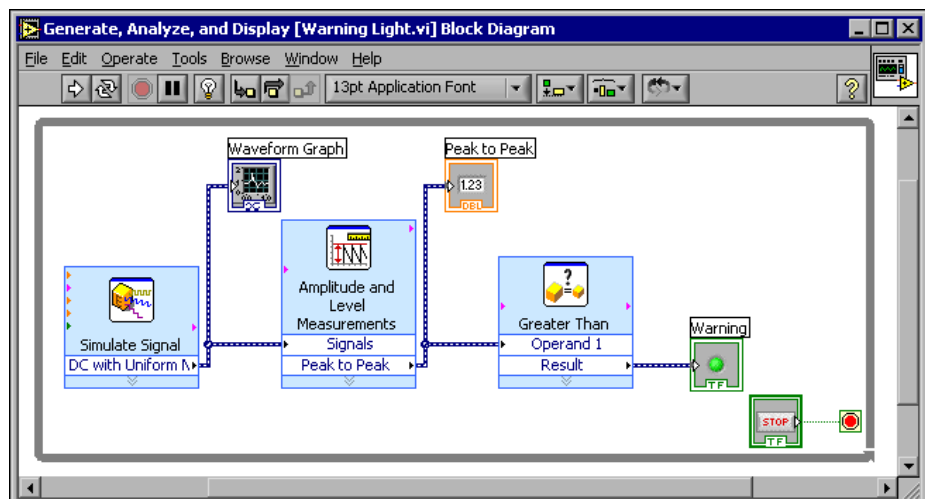

Figura 2-5 Lo schema a blocchi per il VI Warning Light.
1. Nello schema a blocchi, spostare il terminale **Warning** a destra del VI Express Comparison. Accertarsi che il terminale si trovi nel loop, come mostrato nella Figura 2-5.
Lo schema a blocchi dovrebbe apparire simile a quello mostrato nella Figura 2-5.